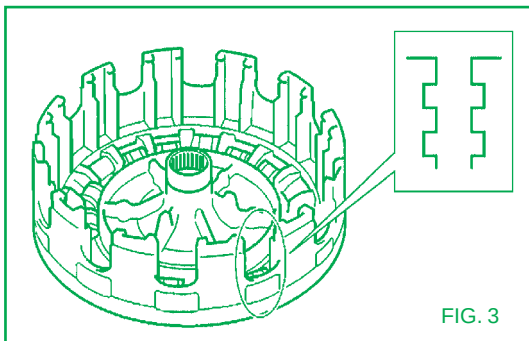

FIG. 3
1. Cloche d'embrayage : contrôler que les dents ne sont pas endommagées. Au cas où leur aspect devrait être comme illustré dans la figure 3 le bon fonctionnement de l'embrayage serait compromis.
4. Monter le plateau de pression (1).
6. Insérer un ressort embrayage (2).
7. Introduire le disque d'embrayage mené semi-garni (3).